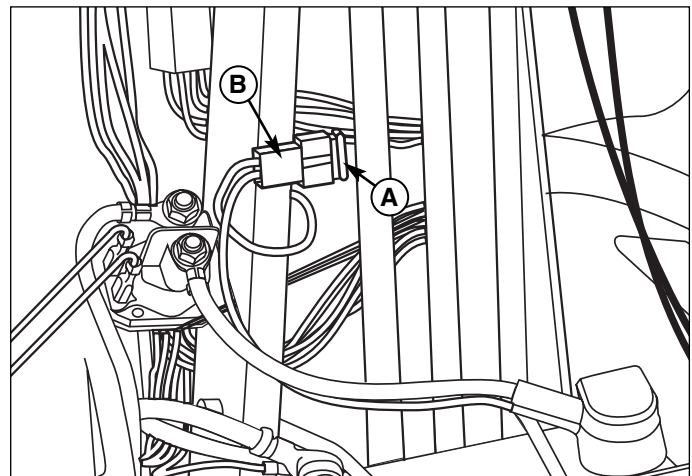
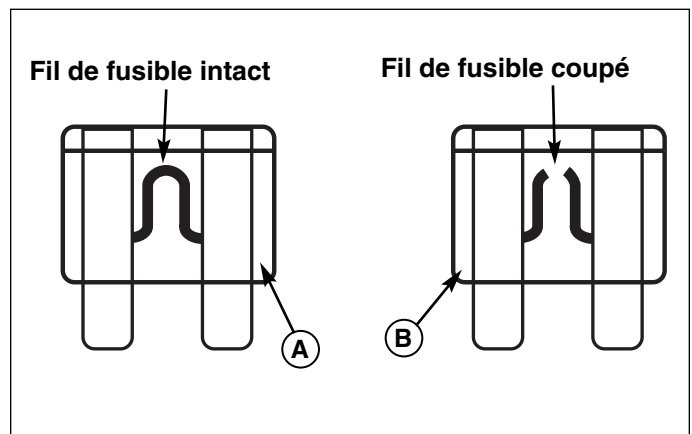

Figure 38. Fusible
Figure 39. Fusible à lamelles
1. Ouvrir le capot et repérer l'emplacement du porte-fusible (B, Figure 38) et du fusible (A) sur la colonne de direction.
2. Tenir le porte-fusible (B) d'une main et extraire le fusible (A).
3. Contrôler le fusible pour voir si le fil est coupé. Voir la Figure 39. Changer le fusible si le fil thermofusible est coupé. En cas de doute sur l'état du fusible, le changer.
4. Tenir le porte-fusible (B, Figure 38) et introduire un fusible neuf (A) bien à fond dans son logement.